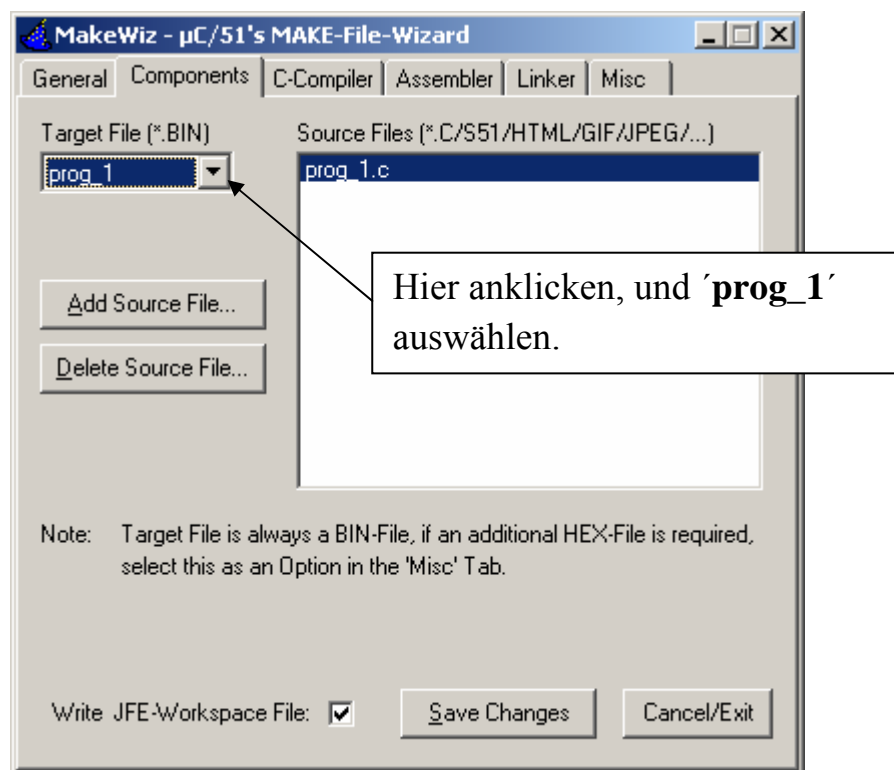

Abb.8: Die Auswahl des Target(Ziel)-Namens
Also klicken Sie den Auswahl-Kasten 'Target File (*.BIN)' an und wählen dann als Namen 'prog_1' aus, **Abb.8:**
2) wenn Sie in der Register-Karte 'Componentes' (s. Abb.8) das alte Source-File löschen (markieren und dann 'Delete Source File...' anklicken) und danach das neue Source-File einfach einbinden: 'Add Source File...' anklicken, File aussuchen, markieren und öffnen.